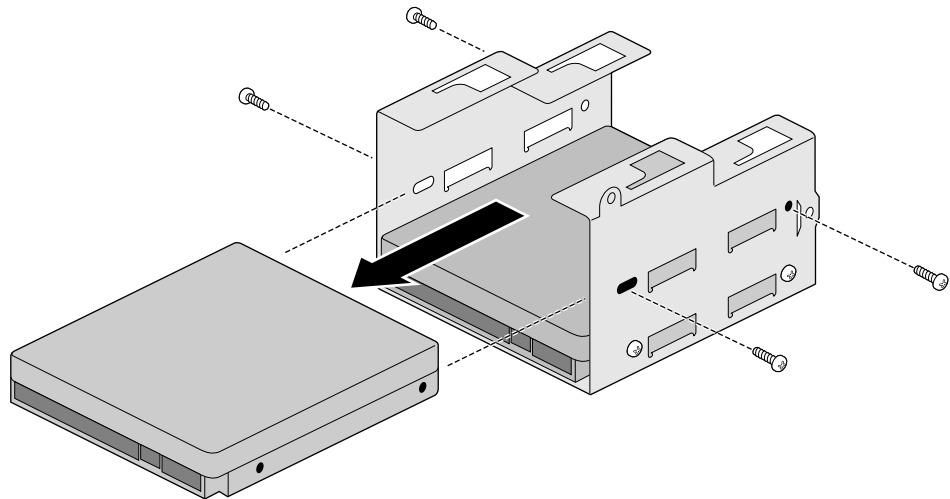

Figure 4-17 Retrait d'un disque dur de son support
6. Ôtez les quatre vis et retirez le disque du support, comme indiqué à la Figure 4-17.